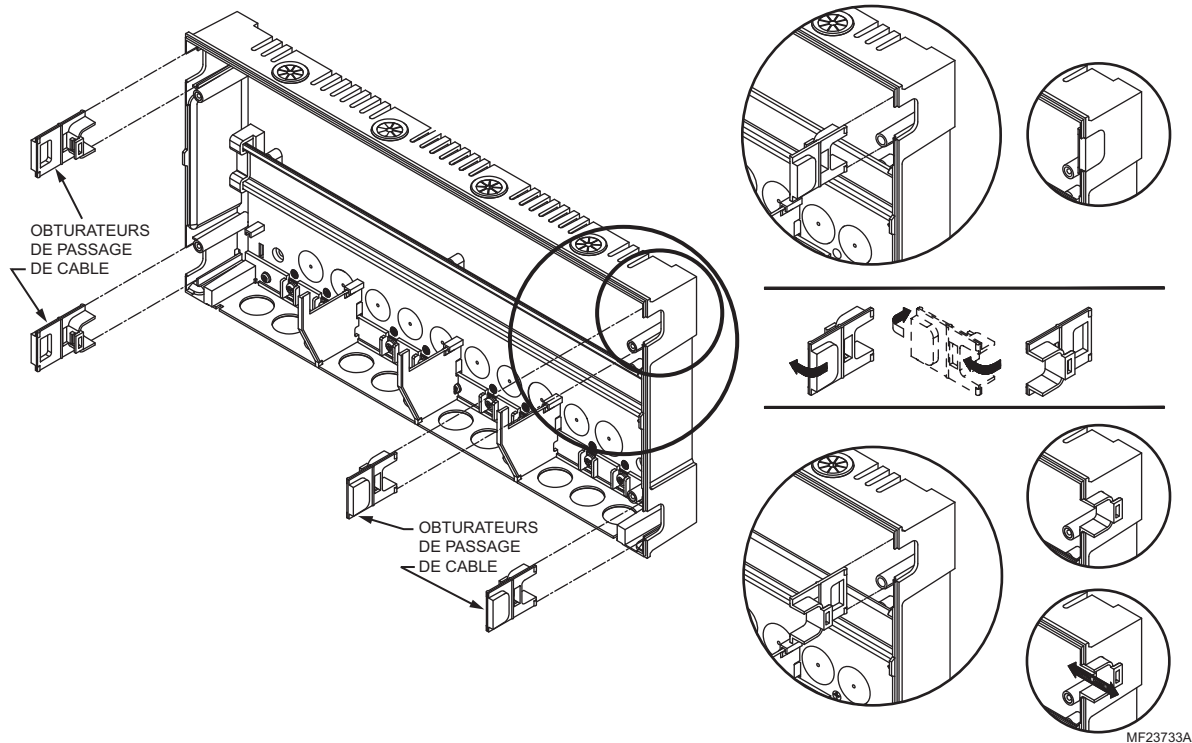

Fig. 3. Orientation des obturateurs de passage des câbles en vue de créer un passage et joindre le tableau de régulation aux tableaux d'extension de zonage.
1. Retirez les obturateurs des passages de câbles du tableau de régulation AQ251 et des tableaux d'extension de zonage (voir la Fig. 3).
3. Retournez les obturateurs des passages de câbles et réinsérez-les dans leur fente, afin de former un passage de câble entre le tableau de régulation et le tableau d'extension de zonage (voir la Fig. 3) et reliez les deux tableaux ensemble.